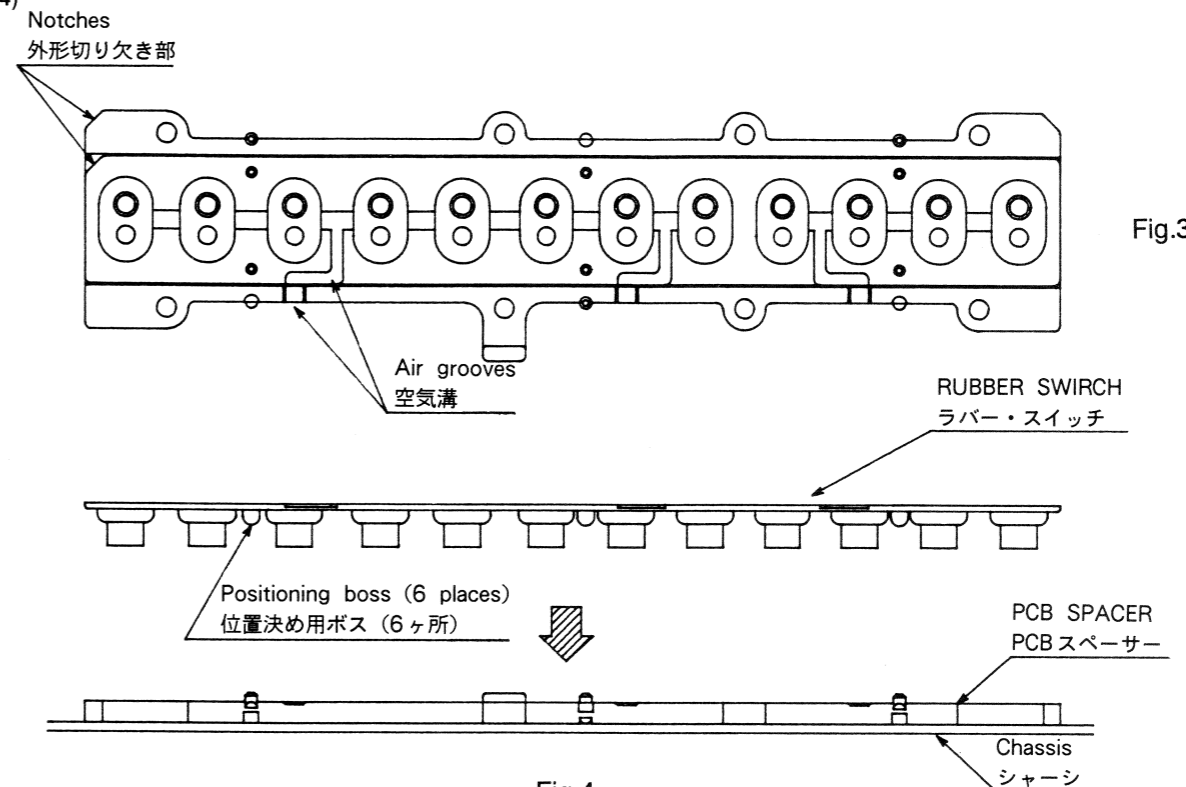

Fig.4.
2) 次に、SPACERの丸穴部にRUBBER SWITCHのボスを位置決めして、SPACERと同様に低音側より順にRUBBER SWITCH 3PL、RUBBER SWITCH 12Pを6個、RUBBER SWITCH 13Pと置いていきます。この際、RUBBER SWITCHとSPACERの外形切り欠き部、及び空気溝の位置が合うように注意してください。(Fig.3、Fig.4参照のこと)
At this time, carefully match the positions of the RUBBER SWITCHes, SPACER notches and air grooves. (See Fig.3 and Fig.4)